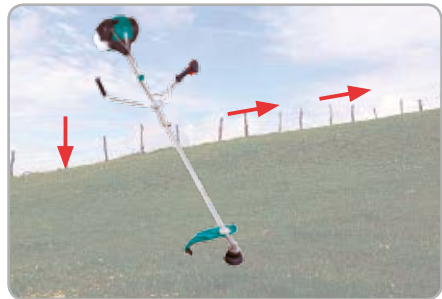

Fig.14
- Evitați cosirea orientați în rampă sau pantă. Pentru a putea cosi în siguranță poziționați-vă perpendicular pe axa pantei și sprijiniți-vă întotdeauna pe piciorul din rampă, conform Fig. 14